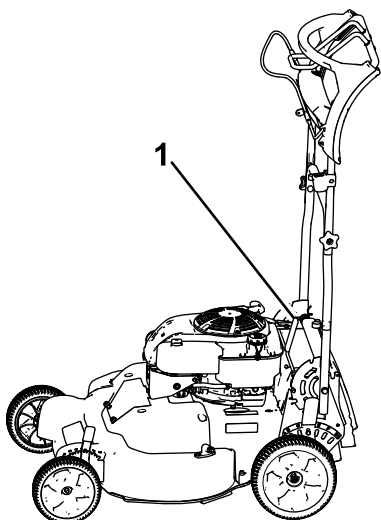

Figure 38
1. Verrouillez la poignée en position verticale (Figure 38); voir Réglage de la hauteur de la poignée (page 12).